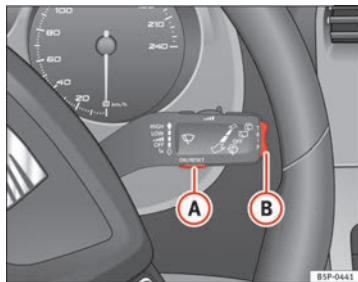

Fig. 47 Levier d'essuie-glace (MFA) : la touche A sert à confirmer les options du menu et la commande à bascule B permet de changer de menu
- Sélectionnez l'option **État du véhicule** dans le menu principal : « Menu principal » et appuyez sur la touche  du levier d'essuie-glace  ⇒ **fig. 47. Ou alors :**